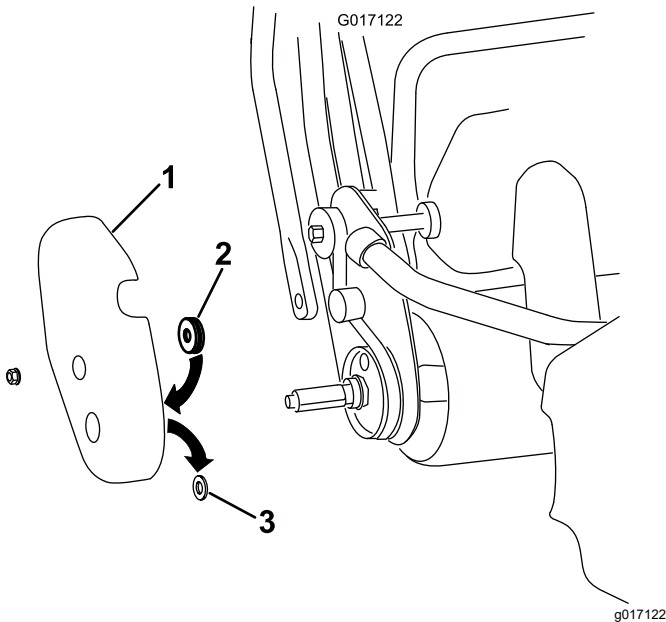

Bild 9
A. Entfernen Sie die rechte Trommelabdeckung von der Maschine (**Bild 9**).
B. Entfernen Sie die Gummidichtung vom Achsenloch in der Trommelabdeckung und werfen sie weg (**Bild 9**).
C. Bringen Sie die Filzdichtung innen an der Abdeckung an; positionieren Sie sie um das Achsenloch (**Bild 9**).